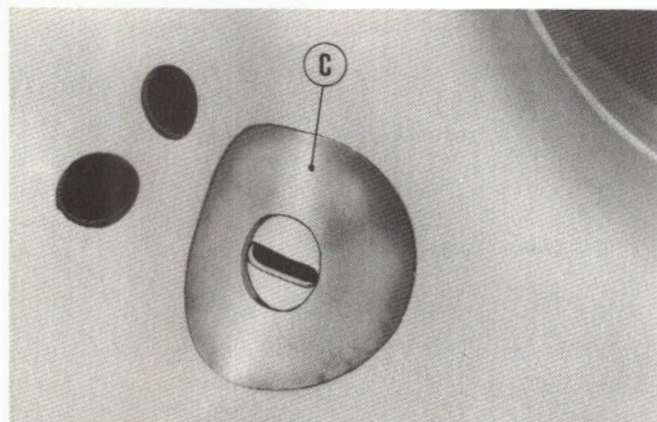

Fig. 26
4) - Appoggiare **sull'esterno** della scocca la rondella di rinforzo «C» dis. n° 179380 — regolarmente fornita per ricambi — centrandone il foro sull'asola della scocca stessa (ved. fig. 26);